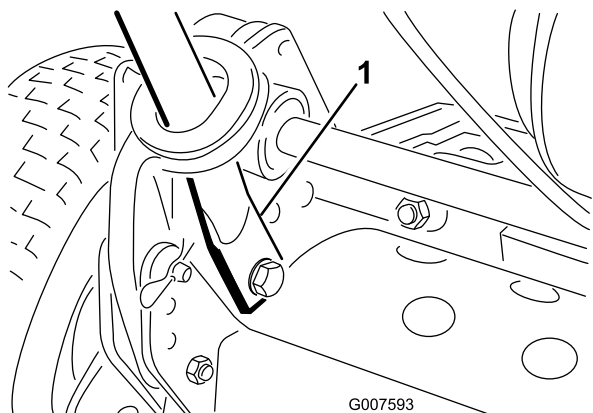

Figura 3
5. Faça força para dentro nas extremidades do manípulo e instale-as nos pinos de montagem (Figura 3).
6. Prenda as extremidades do manípulo nos pinos de montagem com os parafusos, anilhas e anilhas de bloqueio previamente retirados (Figura 3).
7. Prenda a parte inferior dos braços do manípulo a cada lado do cortador com os parafusos e porcas de bloqueio previamente retirados (Figura 3). Assegure que instala os casquilhos nos furos de montagem do braço do manípulo.
8. Prenda os braços do manípulo à parte posterior do chassis com os pinos de segurança e ganchos de anel previamente retirados (Figura 3).